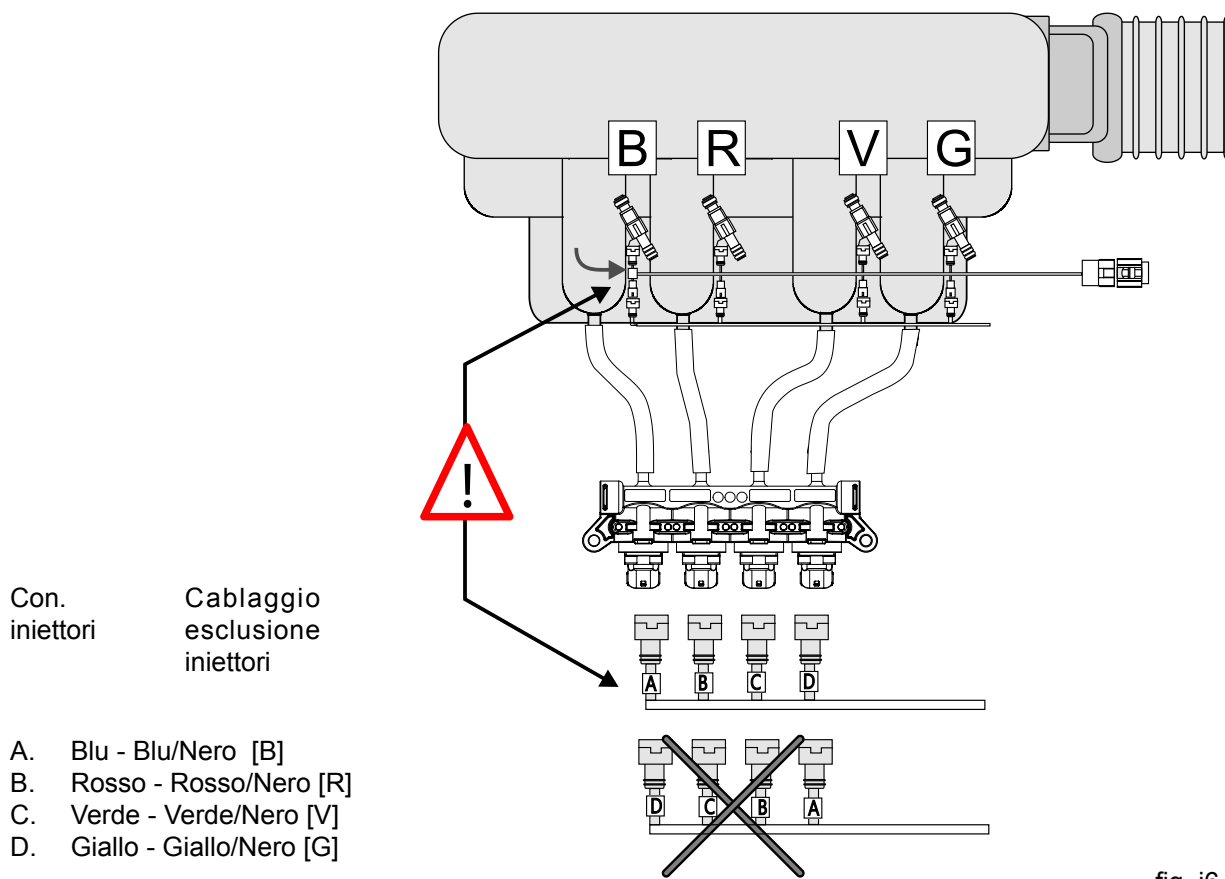

fig. i6
- Esiste una corrispondenza tra il collegamento del cablaggio iniettori gas e il cablaggio esclusione iniettori benzina (fig. i6, i7, i8 e capitolo "Cablaggio esclusione iniettori benzina"), nell'effettuare i collegamenti elettrici assicurarsi che i connettori sugli iniettori siano agganciati correttamente.